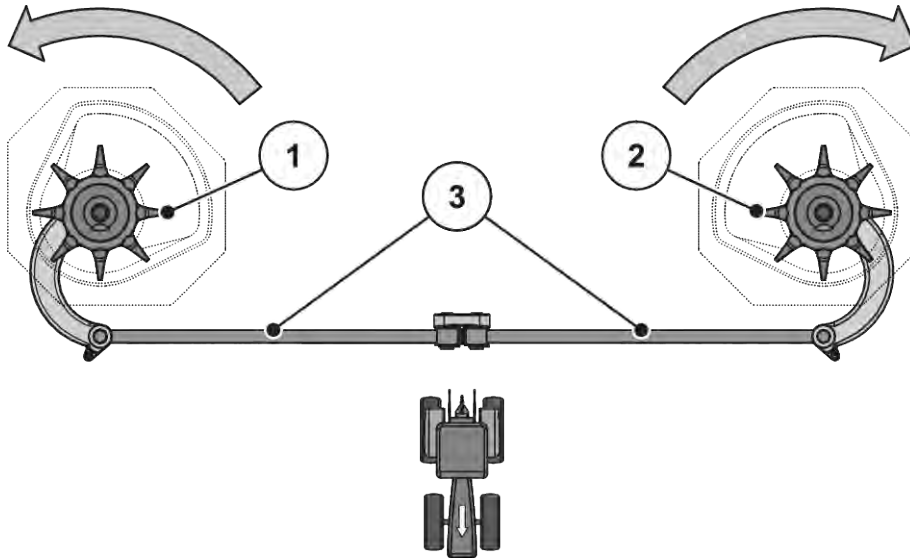

Fig. 55: Vérification de l'entraînement de l'agitateur
- Faire tourner la tête de l'agitateur à la main **dans le sens de rotation du disque d'épandage**. Voir Fig. 55 Vérification de l'entraînement de l'agitateur.
- Faire tourner vigoureusement l'agitateur à la main ou à l'aide d'une sangle pour filtre à huile **dans le sens de rotation inverse du disque d'épandage**. Voir Fig. 55 Vérification de l'entraînement de l'agitateur